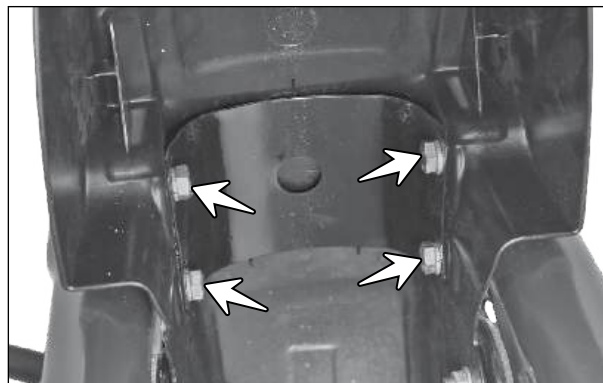

Fig. 6.22
- Remova os parafusos e as arruelas (M8x20) (setas) de fixação do para-lama dianteiro. (Fig. 6.22)